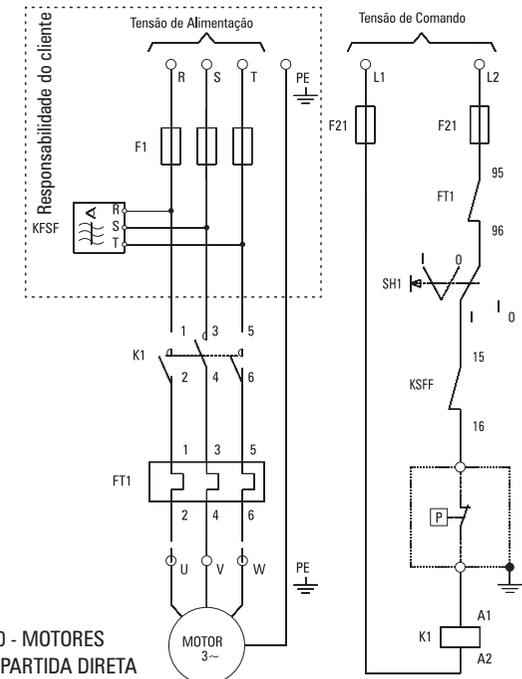

FIGURA 10 - MOTORES TRIFÁSICOS - PARTIDA DIRETA
5.9 Para o modelo CSV 20/AD fornecido sem chave de partida, oriente-se para instalação através da Figura 10.